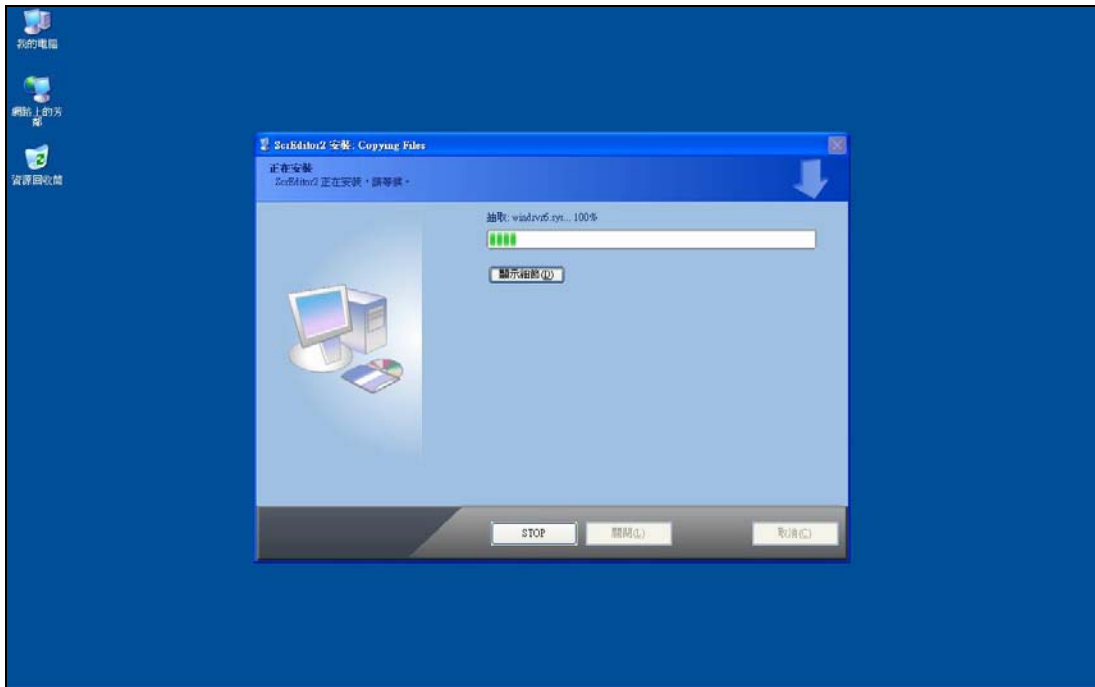
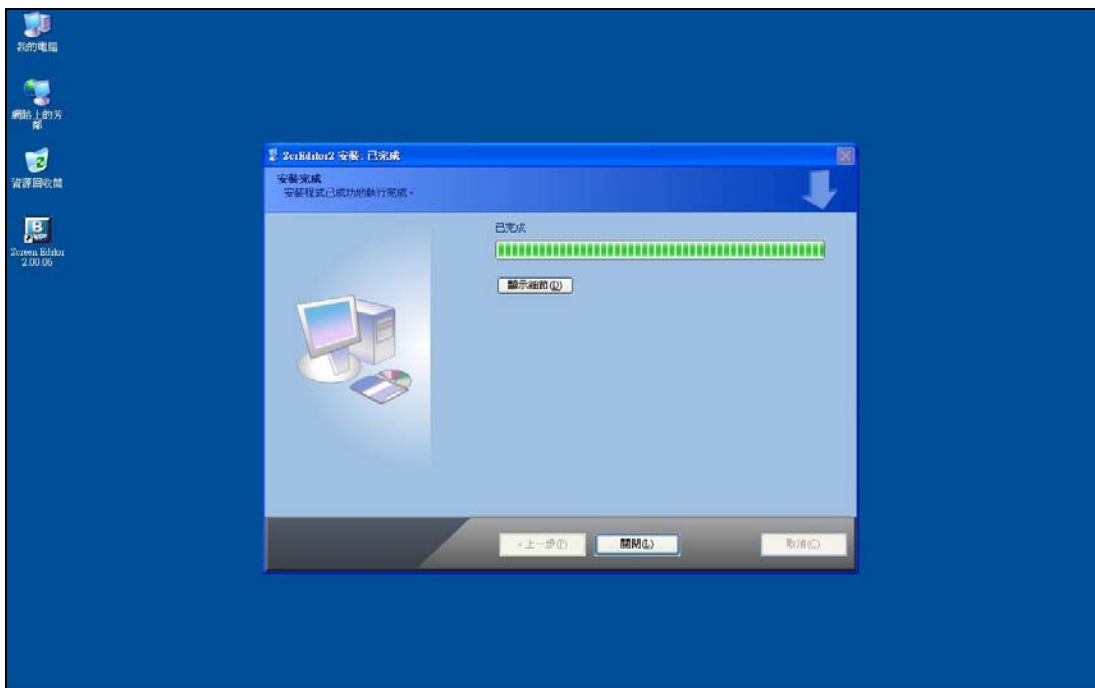

图 3-1-5 Screen Editor 安装画面
图 3-1-6 Screen Editor 安装完成画面
4. 按下【安装】键后，Screen Editor 将自行安装完成（图 3-1-5、图 3-1-6）。